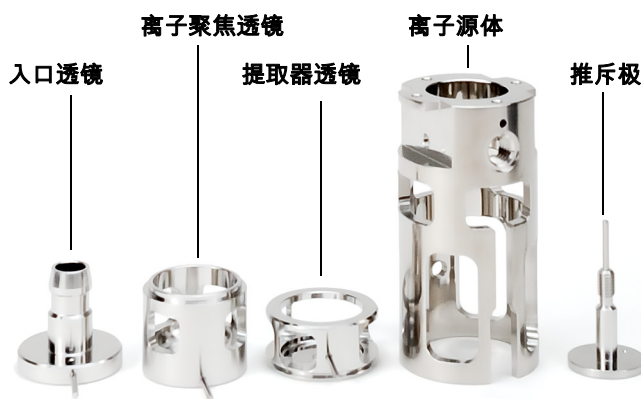

图 23 要清洁的提取器 EI 源部件
- 2 如果要清洁高灵敏度提取器 EI 离子源, 请收集以下要清洁的部件: (图 23)